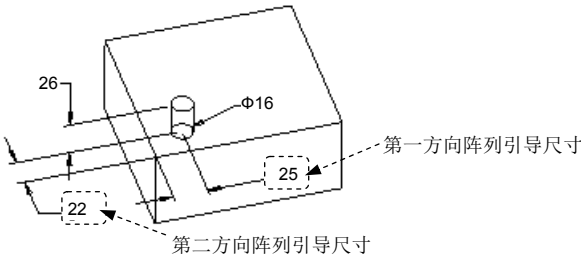

图 3.21.3 阵列引导尺寸
(1) 选取图 3.21.3 中的第一方向阵列引导尺寸 25，再在“方向 1”的“增量”文本栏